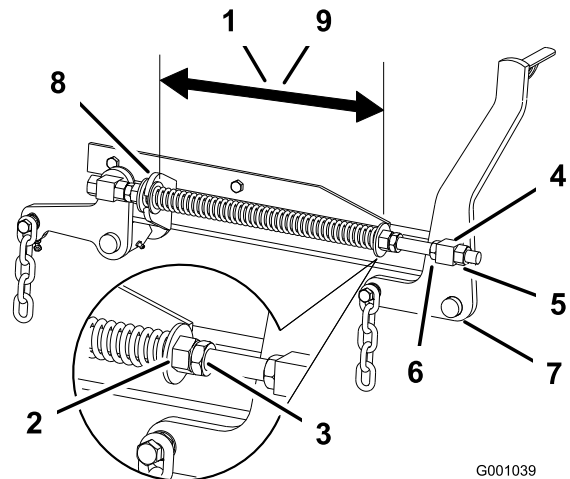

Bild 86
2. Prüfen Sie den Abstand zwischen den beiden großen Scheiben. Für Mähwerke mit 132 cm sollte der Abstand 28,2 cm und für Mähwerke mit 152 cm sollte der Abstand 26,7 cm betragen (Bild 86).
3. Stellen Sie den Abstand ein. Lösen Sie die Federklemmmutter und drehen Sie die Mutter vorne an jeder Feder (Bild 86). Wenn Sie die Mutter nach rechts drehen, wird die Feder verkürzt. Wenn Sie die Feder nach links drehen, wird sie verlängert.
4. Arretieren Sie die Mutter, indem Sie die Federklemmmutter anziehen (Bild 86).